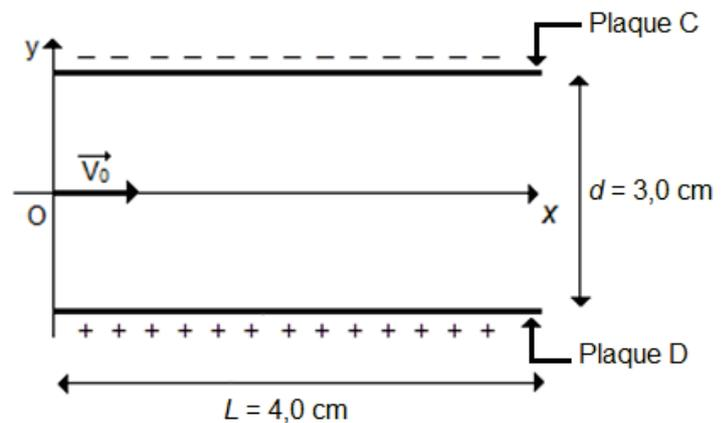

Figure 3. Schéma du condensateur plan de la chambre à ionisation
On s'intéresse au mouvement d'une particule  $\alpha$  arrivant dans la chambre à ionisation en l'absence de fumée. Cette particule arrive en un point O avec un vecteur vitesse initiale  $\vec{V}_0$  parallèle aux plaques C et D du condensateur plan (voir figure 3).
**2.2.** Reproduire sur la copie le schéma de la figure 3 puis y représenter le champ électrostatique  $\vec{E}$  et la force électrostatique  $\vec{F}_e$  que subit la particule  $\alpha$  au point O. Justifier.